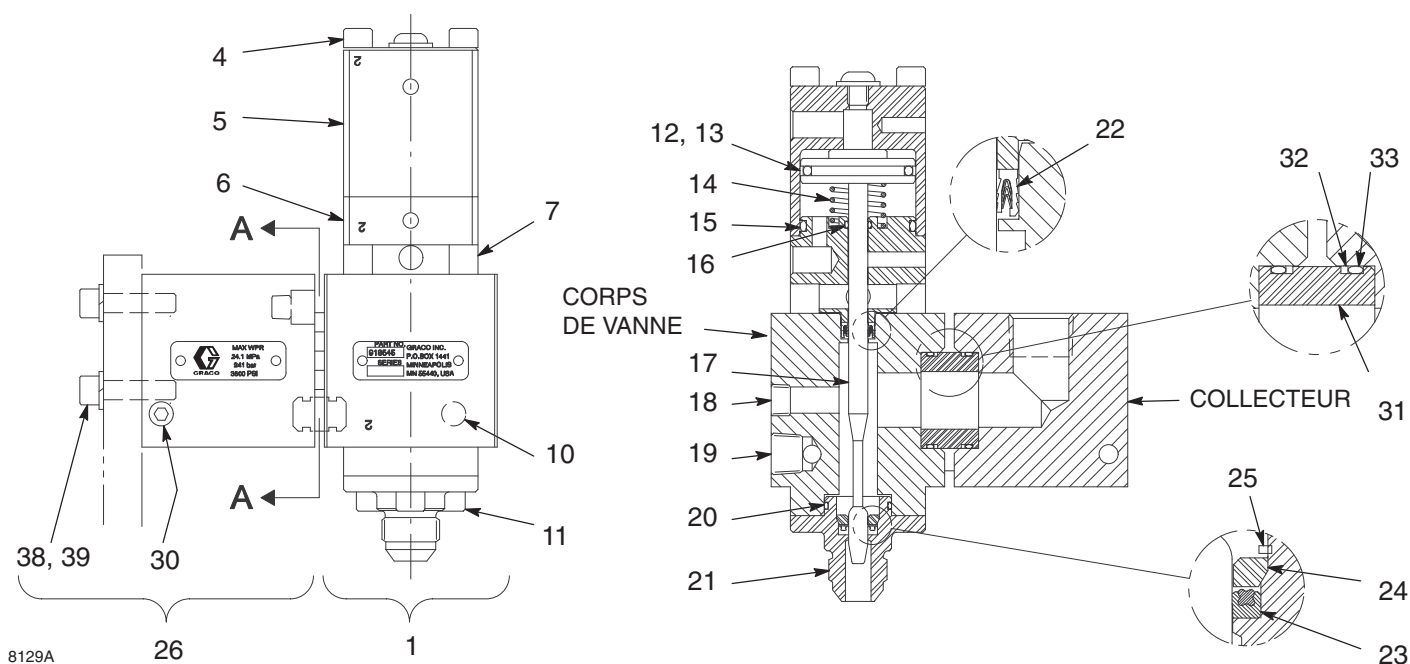

Fig. 12
7. Enlever les quatre vis à six pans creux (4) pour séparer le chapeau du cylindre (5) de l'embase du cylindre (6). Voir Fig. 12 (type).
8. Sortir le chapeau du cylindre (5), l'embase du cylindre (6) et les entretoises (7) de la vanne de distribution (1). Le pointeau du piston (17), le joint torique (12) et la bague du piston (13) peuvent rester attachés au chapeau ou à l'embase lors du démontage.
9. Enlever le chapeau du cylindre (5) de l'embase du cylindre (6).
10. Enlever le pointeau du chapeau ou de l'embase, (suivant la pièce sur laquelle il était fixé lors du démontage). Dès que l'on a séparé le pointeau du piston (17) de l'embase du cylindre (6), le ressort (14) tombe.
11. À l'aide d'une tige d'extraction de joint torique, enlever le joint (22) du corps de la vanne.
- a. Enlever les trois vis à six pans creux (11) du corps de la vanne et séparer l'adaptateur de buse (21) du corps de la vanne.
- b. Enlever la bague de fixation (25) de l'adaptateur de buse.
- c. Enlever le joint (23) et le porte-joint (24) de l'adaptateur de buse.
- d. Enlever le joint torique (20) de l'adaptateur de buse.